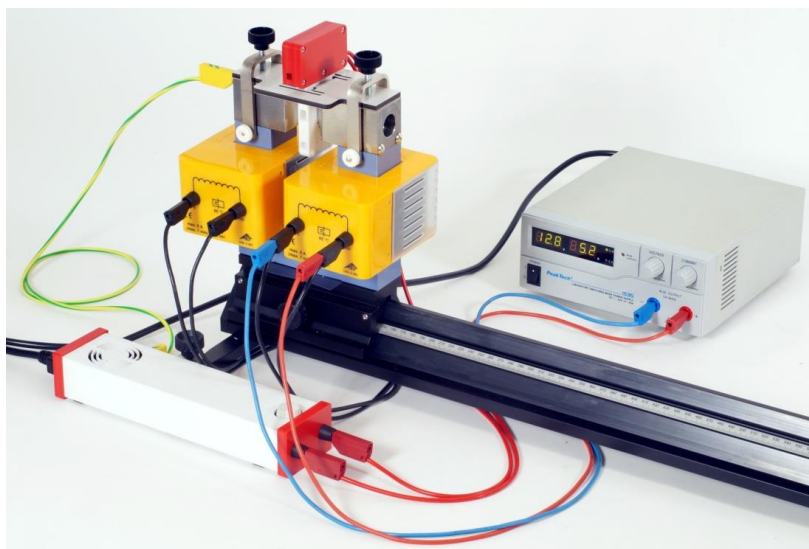
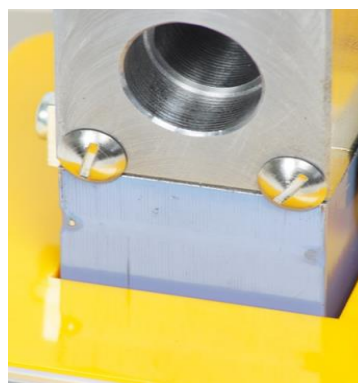

Fig. 1: Electroimán completamente montado con lámpara Cd montada.
Fig. 2: Zapata polar montada correctamente en el núcleo en U.
- Asegúrese de que los pares de tornillos (bloqueadores de seguridad) de las dos zapatas polares estén alineados al ras con los brazos del núcleo en U desde el exterior (Fig. 2).
- Coloque las bobinas en las patas del núcleo en U como se muestra en la Fig. 1.
- Emplace las zapatas polares del núcleo en U como se muestra en la Fig. 1. Asegúrese de que los polos cónicos estén uno frente al otro y de que los polos planos se cierren al ras con los brazos del núcleo en U (Fig. 2). Utilice los dos pares de tornillos como ayuda de posicionamiento.
- Asegúrese de que los enchufes de protección a tierra (PE) del balasto y de la regleta de bornes estén conectados al cable de experimentación de seguridad amarillo-verde (conductor de protección).
- Conecte las dos bobinas en configuración antiparalela entre sí (en cada caso usar las tomas de "0" y "900") a la fuente de alimentación de CC (Fig. 1).